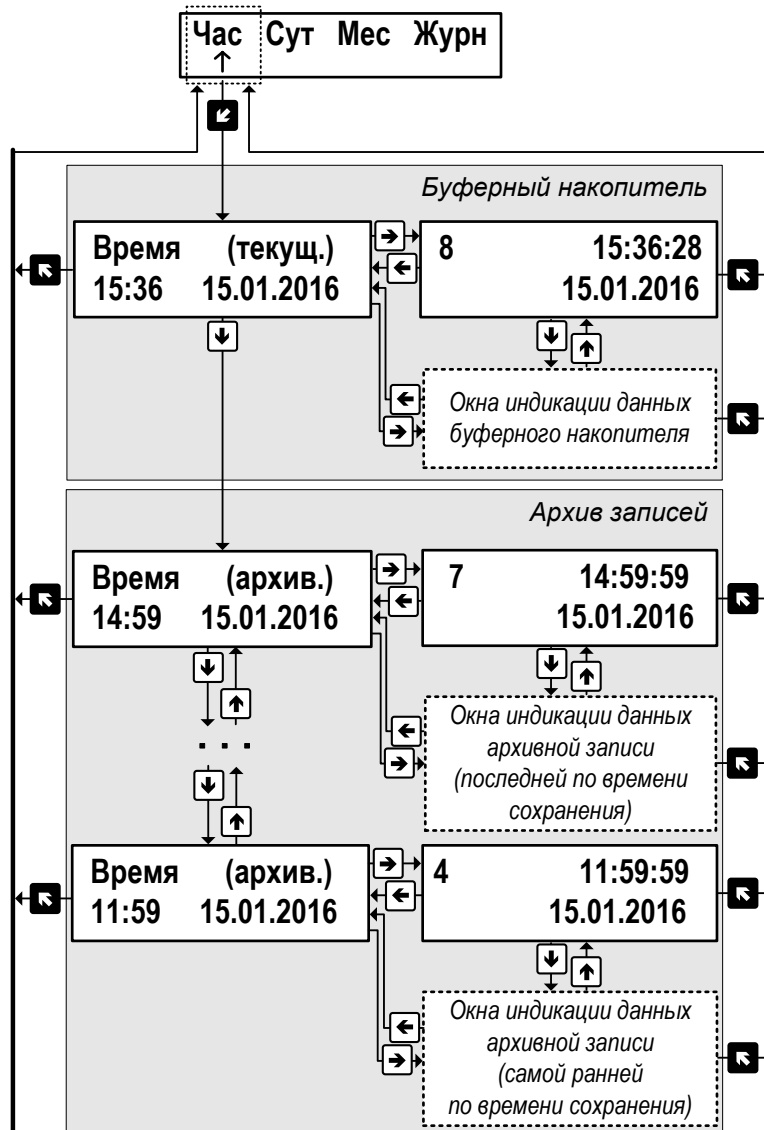

Рис.16. Вид окон индикации меню «АРХ» (режим СЕРВИС).
7.2.1. Результаты измерений и вычислений за определенный период времени работы тепловычислителя сохраняются во внутренних архивах, имеющих одинаковую структуру. Доступ ко всем архивным данным возможен только по интерфейсу. Доступ к основным архивным данным возможен из меню **АРХ** (рис.16).